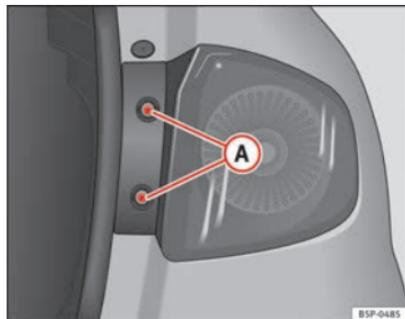

Fig. 196 Luz de presença/travão
- Retire os parafusos ⇒ Fig. 196 (A).